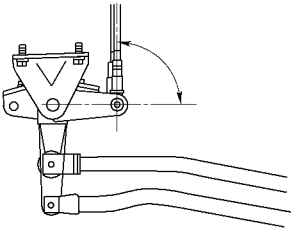

图 10-50 使 1 号横轴的选择杆同 1 号选择连接杆之间成为直角
2) 转动球头节使 1 号横轴的选择杆同 1 号选择连接杆之间成为直角，如图 10-50 所示。